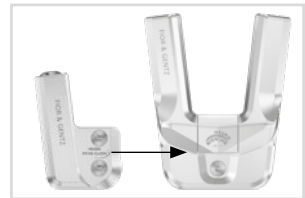

Fig. 31
- 4 Monter funksjonsenheten til det systemleddet du vil bruke, i passende systembredde (se eksempel i fig. 31).